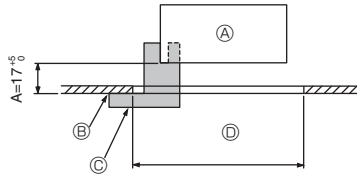
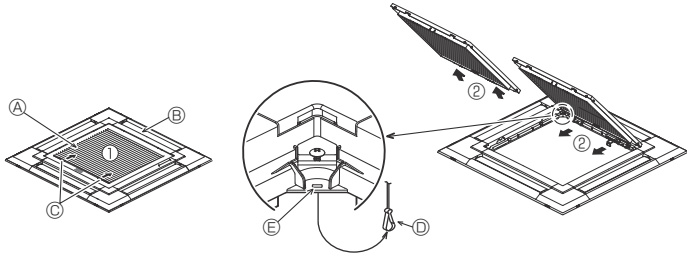
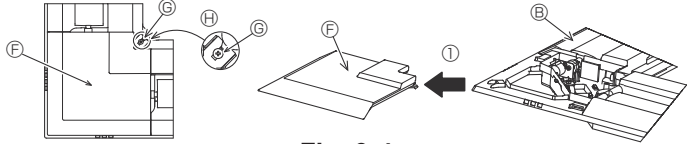

Fig. 9-2
Fig. 9-3
Fig. 9-4
①	Izgara	1	950 × 950 (mm)
②	Geyç	1	(dört bölmeli)
③	Vida (4 × 16)	1	PLP-6EAE, PLP-6EALME için
④	i-see sensor köşe paneli	1	PLP-6EAE, PLP-6EALME için
⑤	Kablosuz uzaktan kumanda	1	PLP-6EALM, PLP-6EALME için
⑥	Uzaktan kumanda yuvası	1	Ürünle birlikte uzaktan kumanda sağlandığında bulunur.
⑦	LR6 AA pil	2	Ürünle birlikte uzaktan kumanda sağlandığında bulunur.
⑧	3,5 × 16 kılavuz vida	2	Ürünle birlikte uzaktan kumanda sağlandığında bulunur.
9.2. Izgarayı takma hazırlığı (Fig. 9-2)
- Bu kit ile birlikte verilen geyci ② kullanarak ünitenin tavana göre konumunu ayarlayınız ve kontrol ediniz. Eğer ünite tavana göre doğru yerleştirilmezse hava geçirebilir veya kondansasyon birikmesine imkan verebilir.
- ① Ana ünite
- ② Tavan yüzeyi
- ③ Geyç ② (ünite içine sokulu)
- ④ Tavan deliğinin boyutları
9.2.1. Hava giriş izgarasının çıkarılması (Fig. 9-3)
- Hava giriş izgarasını açmak için kolları okla ① gösterilen yönde itiniz.
- Hava giriş izgarası "açık" durumda hava giriş izgarasının menteşesini okla ② gösterilen şekilde izgaradan ayırın.
9.2.2. Köşe panelinin çıkarılması (Fig. 9-4)
- Köşede bulunan 4 vidayı gevşetin. Köşe panelini çıkarmak için köşe panelini şekildeki ① numaralı okla gösterilen şekilde itin.
[Fig.9-3] [Fig.9-4]